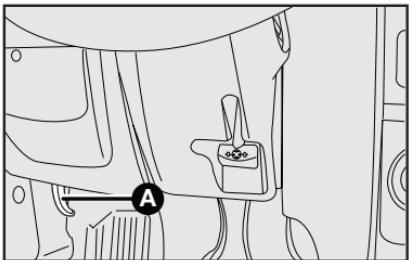

fig. 106
- 1) Tire de la palanca **A**-fig. 106.